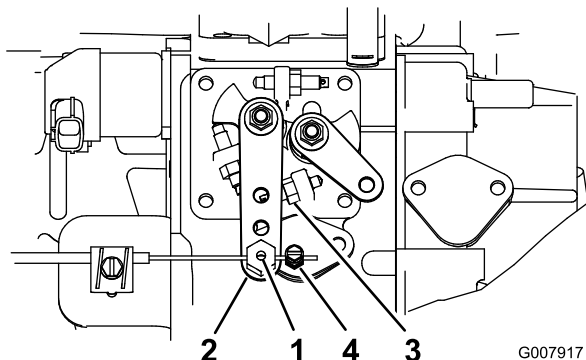

Figure 42
2. Desserrez la fixation du câble d'accélérateur sur le bras du levier de la pompe d'injection (Figure 42).
3. Maintenez le bras de levier de la pompe d'injection en appui contre la butée de régime de ralenti accéléré (Figure 42).